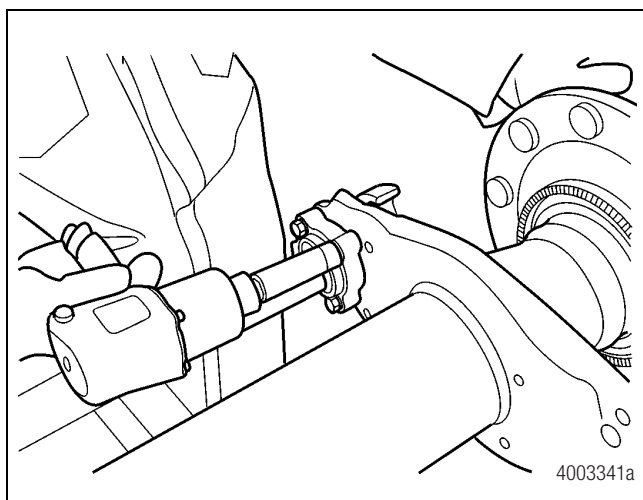

Figura 11.60
6. Apriete los cuatro pernos para llevar el portabuje apertado hasta su posición asentada. Figura 11.60.